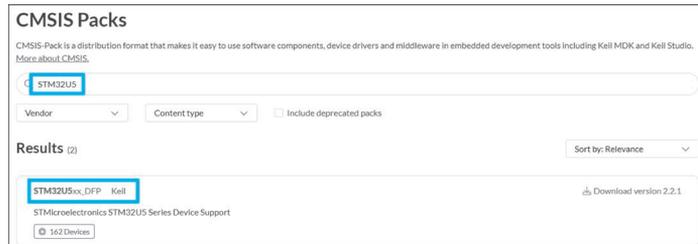

图 3.13 MDK 固件包搜索页面
(7) 由于本书主要以 STM32U5 为例进行讲解,因此这里按照图 3.13 进行搜索,然后单击结果中的 STM32U5xx_DFP Keil。